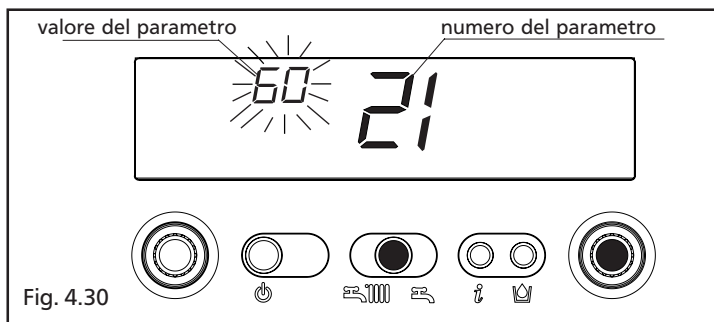

Fig. 4.30
- premere il tasto ENTER per accedere alla modifica del valore del parametro. Alla pressione del tasto ENTER lampeggia il valore precedentemente impostato (fig. 4.30)
- premere il tasto ENTER per accedere alla modifica del valore del parametro. Alla pressione del tasto ENTER i digit lampeggiano evidenziando il valore precedentemente impostato (fig. 4.30)